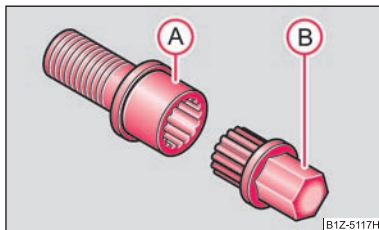

Abb. 181 Illustrationsbild: Sicherheitsradschraube mit Adapter
- Stecken Sie den Adapter (B) mit seiner verzahnten Seite bis zum Anschlag so in die innere Verzahnung der Sicherheitsradschraube (A), dass nur noch der äußere Sechskant herausragt → Abb. 181.
- Stecken Sie den Radschlüssel bis zum Anschlag auf den Adapter (B).